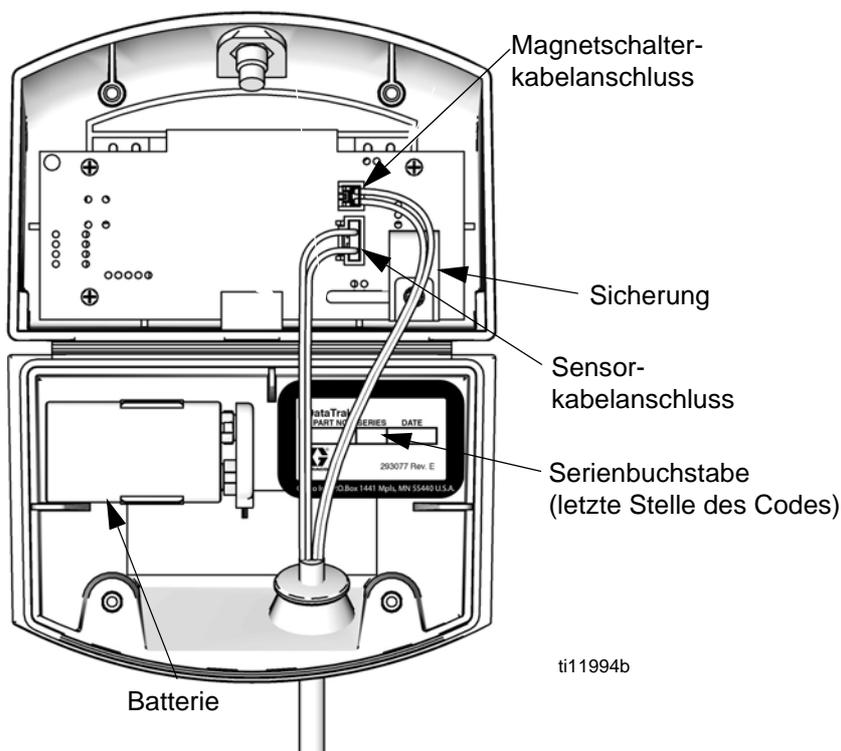

Abb. 4. Position von DataTrak-Batterie und Sicherung
1. Trennen Sie die verbrauchte Batterie und ersetzen Sie diese durch eine zugelassene neue Batterie. Siehe Abb. 4.
* In Abb. 4 ist zu sehen, wo sich der Serienbuchstabe befindet.